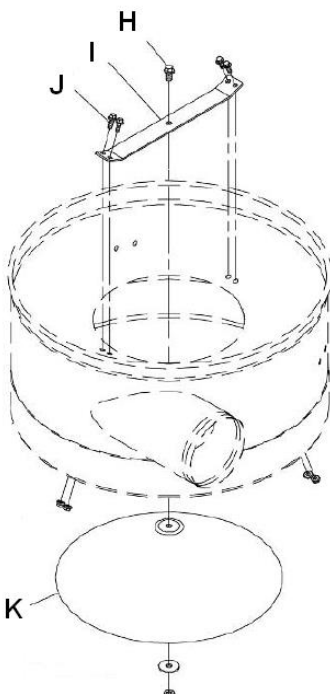

Fig 6
Fixer le support de cône (I, Fig 6) sur le bâti avec 4 vis hexagonales (J) et des écrous.